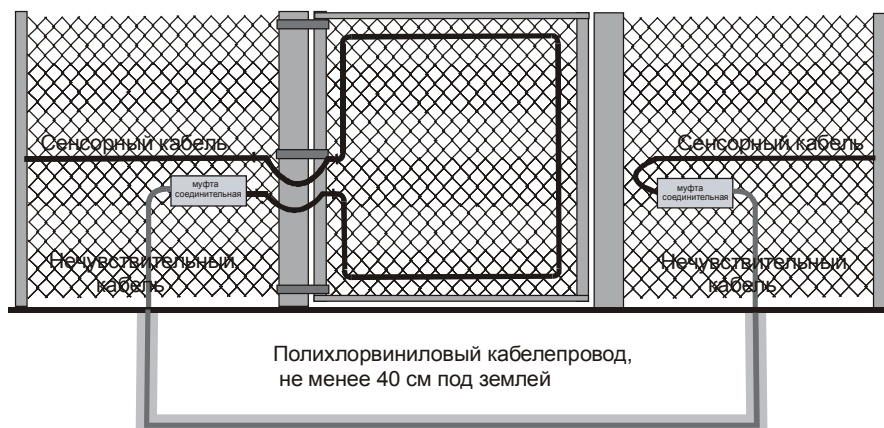

Рисунок 13.
периметру панели ворот на расстоянии 0,3 м от ее краев. (рис. 13)
**Установка на двойные ворота** осуществляется аналогично. В случае двойных петельных ворот подведите сенсорный кабель к одной стороне ворот и сформируйте сервисную петлю, прилегающую к воротам при их открывании. При этом, кабель не должен заземляться. Закрепите сенсорный кабель по периметру первой панели ворот на расстоянии 0,3 м от ее краев (рис. 13).